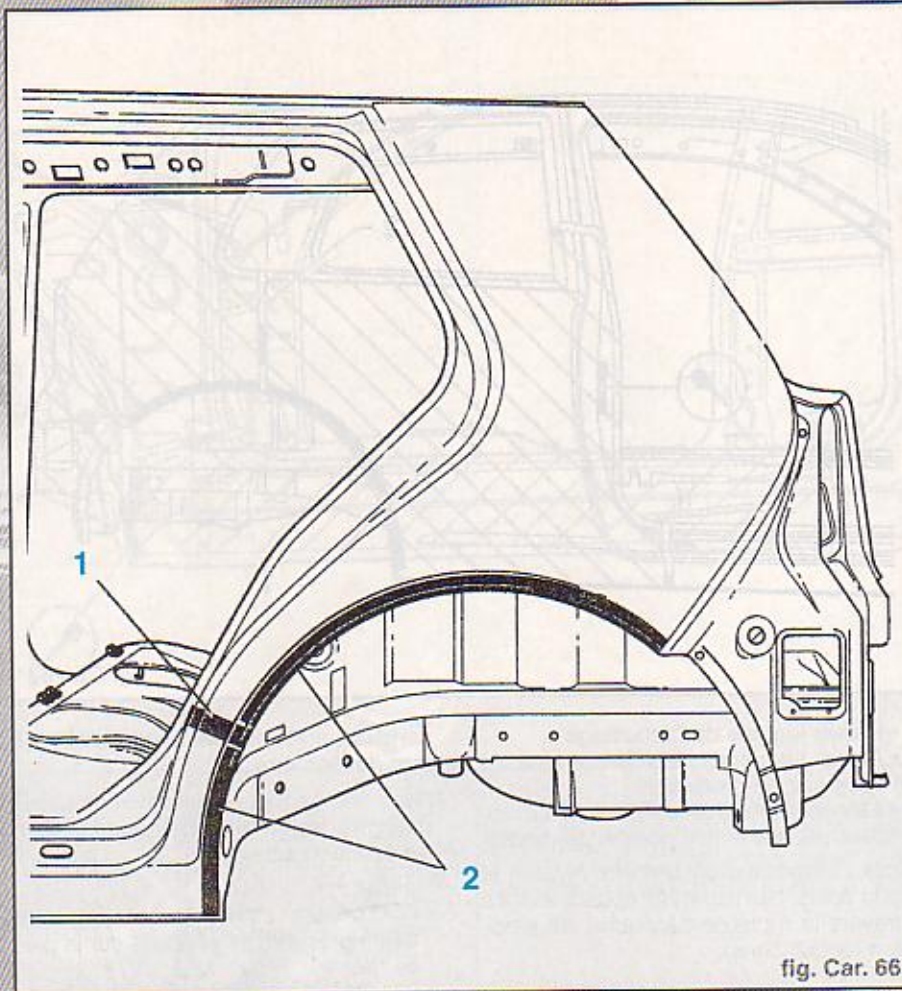

fig. Car. 66
- 1 - Zone remplie de mousse (fig. Car. 66)
- 2 - Zone collée (fig. Car. 66)